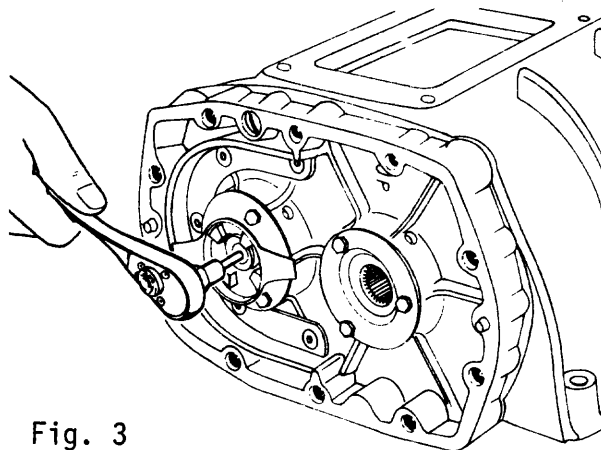

Fig. 3
- b Saque el tornillo de fijación del acoplamiento (fig. 3).